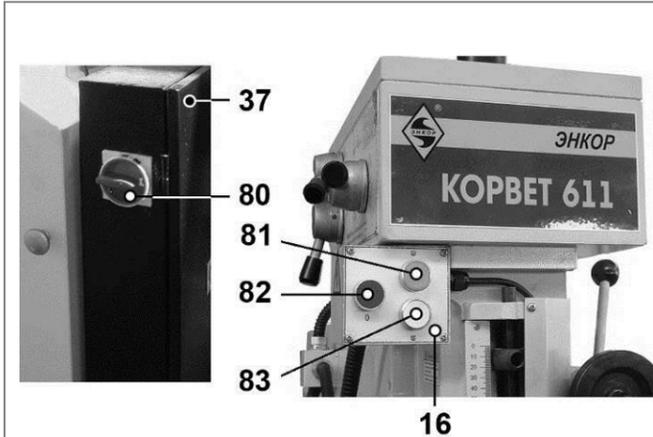
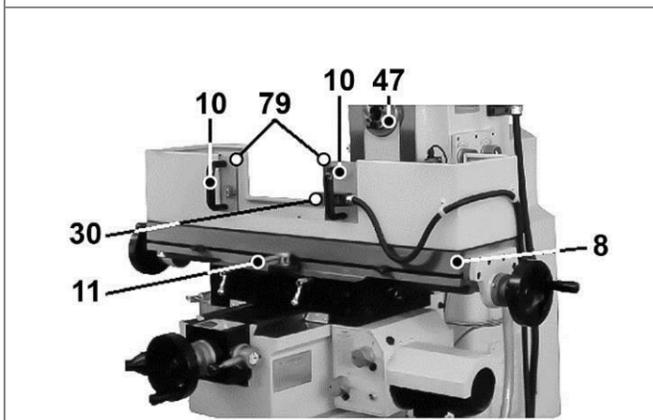

Рис. 26
Рис. 27
10.1.1. Для включения станка необходимо на шнуре питания станка (35) смонтировать соответствующую электрическую вилку, п. 5.1.1. Перед тем как подключить электрическую вилку станка к питающей розетке, проверьте и при необходимости переведите переключатель (80) на электрораспределительном щитке (37) в положение **ВЫКЛ (0) (OFF)** (Рис. 26). Закройте защитные экраны (79), для чего сомкните ручки (10) до срабатывания концевого выключателя (30) (Рис. 27).
10.1.2. Проверьте и при необходимости переведите в среднее положение ручку автоматической подачи стола (11) рабочего стола (8) (Рис. 27).
10.2.1. Для включения вращения вертикального шпинделя (13), поверните против часовой стрелки ручку (21) штурвала до срабатывания концевого выключателя. Зафиксируйте положение пинноли (15) зажимным винтом (45) (Рис. 3, 4), после чего нажмите на щитке выключателей вертикального шпинделя (16) на зеленую кнопку (81). Для выключения вращения шпинделя нажмите красную кнопку (82). Для включения реверсивного вращения вертикального шпинделя (13) нажмите на белую кнопку (83). Символы направления вращения вертикального шпинделя (13) обозначены на лицевой панели щитка выключателей (16) (Рис. 26).
- белая кнопка (87) – включение реверсивного вращения вертикального шпинделя,
- переключатель (88) - сверление/фрезерование ↔ нарезание резьбы
- зеленая кнопка (89) – горизонтальная подача рабочего стола, продольная или поперечная,
- красная кнопка (90) – выключение подачи стола,
- зеленая кнопка (91) – подача рабочего стола вверх,
- белая кнопка (92) – подача рабочего стола вниз,
- переключатель (93) - включение горизонтального вращения шпинделя / нейтральное положение (0) (стоп) / включение реверсивного вращения горизонтального шпинделя,
- переключатель (94) – включение/выключение подачи охлаждающей жидкости (СОЖ)
- красная кнопка (95) – аварийное выключение станка,
- индикатор (96) – показывает подачу электропитания на станок.
10.3. Включение горизонтального шпинделя (Рис. 27, 29)